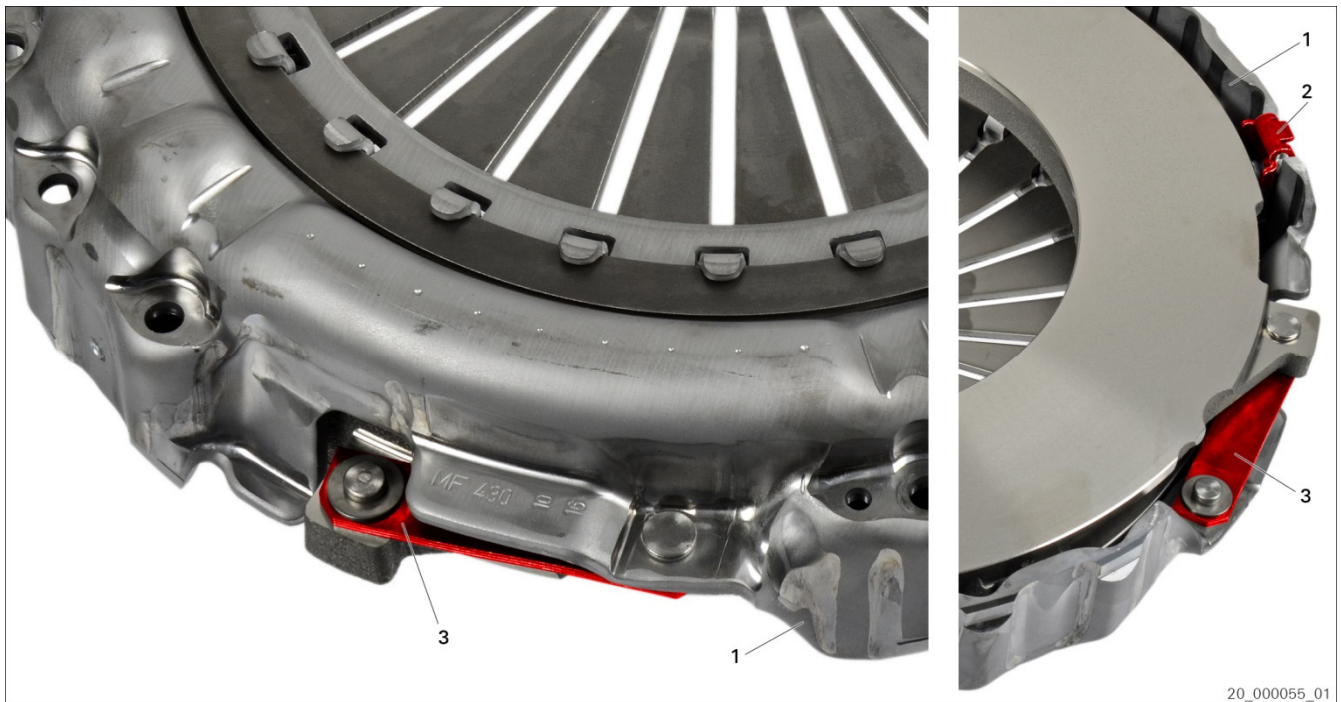

Fig. 2 : plateau de pression XTend sans vis de butée
1. Avant de démonter la vis de butée (4), la desserrer d'environ deux tours afin de bloquer le rattrapage d'usure. Ne **pas** dévisser complètement la vis de butée.
3. Lors du montage du plateau de pression, veiller à ce que la broche de positionnement (3) de la butée soit bien en place dans le logement percé du plateau de pression.
4. Après le montage, serrer la vis de butée (4) à **39 ± 4 Nm**.
**Plateau de pression XTend sans vis de butée (Fig. 2)**